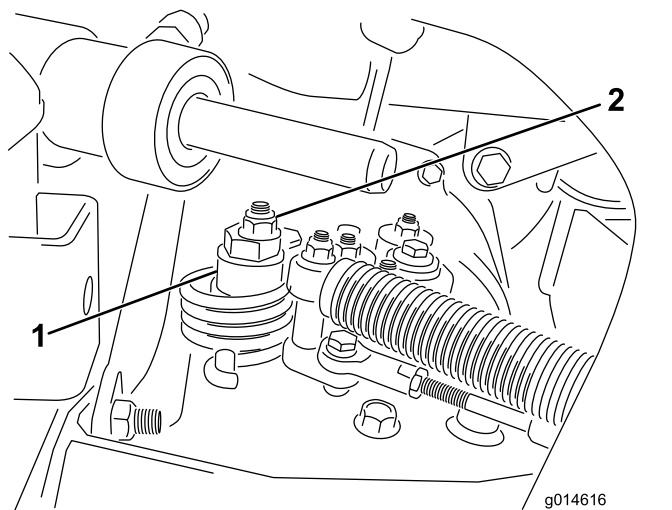

Figure 43
- A. Desserrez l'écrou de fixation de l'excentrique en haut de l'hydrostat (Figure 43).
- C. Tournez l'excentrique jusqu'à ce que la roue ne tourne plus dans aucune direction. Lorsque la route arrête de tourner, serrez l'écrou pour bloquer l'excentrique et le réglage (Figure 43). Vérifiez le réglage avec la commande d'accélérateur en position BAS RÉGIME, puis HAUT RÉGIME.